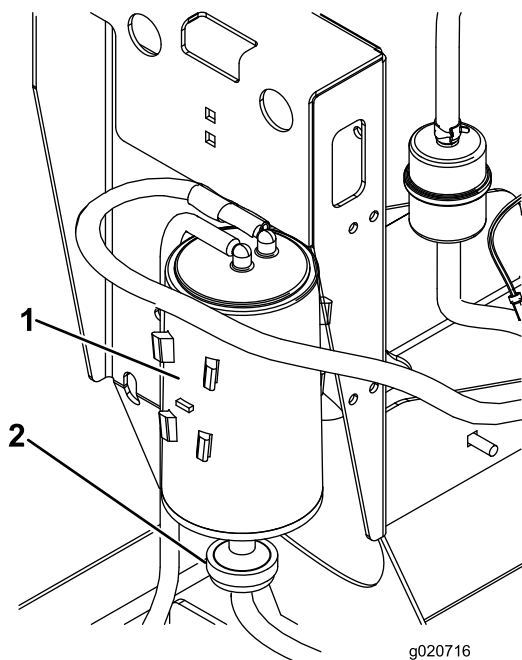

Figura 21
2. Scollegate il flessibile dal filtro dell'aria nel canister a carboni attivi (Figura 21).
3. Togliete il filtro dell'aria del canister a carboni attivi e scartatelo (Figura 21).